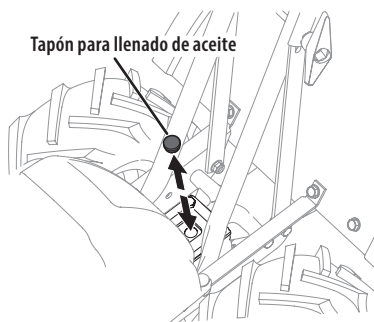

Figura 21
3. Limpie el área alrededor del tapón de llenado de aceite. Vea la Figura 21.
4. Saque el tapón de llenado de aceite del alojamiento de la transmisión y mire adentro del orificio de llenado para ubicar el eje de la transmisión principal situado debajo del orificio. Vea la Figura 21.